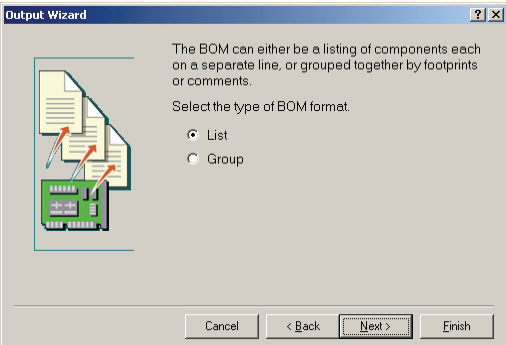

图 6-112 选择元器件的列表形式对话框
8) 接着单击“Next”按钮，系统将弹出如图 6-112 所示的选择元器件的列表形式对话框。系统提供了如下两种列表形式。